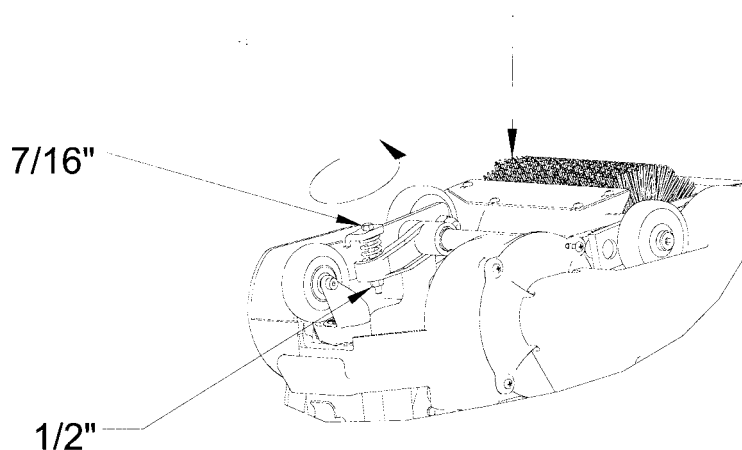

Figura 6
1. Ubique el tornillo de nivelación. Consulte la figura 6.
3. Afloje el tornillo de nivelación (afloje el resorte de nivelación) para un lijado más profundo del lado opuesto a las correas de transmisión. Figura 6.